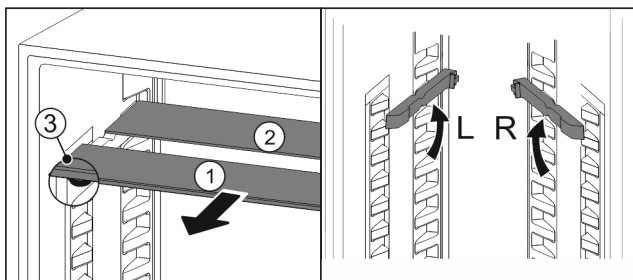

Fig. 149
- ▶ Skleněné desky jednotlivě vytáhněte dopředu Fig. 149 (1).
- ▶ Skleněná deska Fig. 149 (1) s ozdobnou lištou leží vpředu.
- ▶ Zářky Fig. 149 (3) směřují dolů. Přístroje s mrazničkou:*